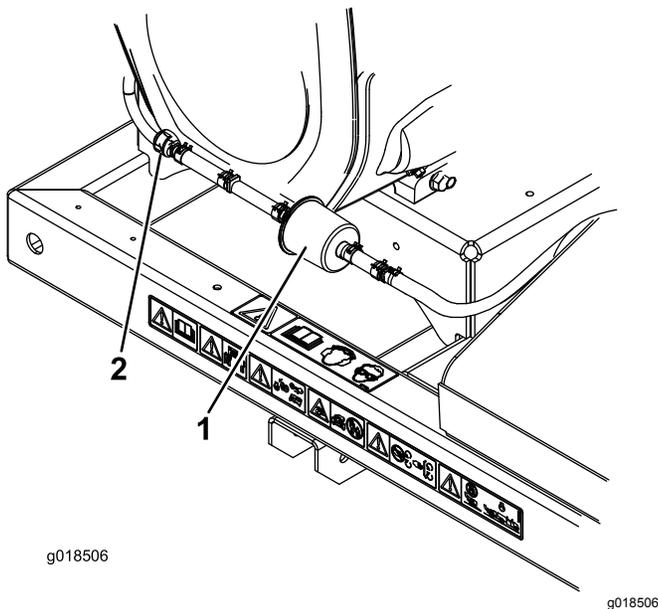

図 14
2. カーボンキャニスタ・パーズラインフィルタの前後両側についているホースクランプをゆるめてフィルタから遠い位置に移す (図 14)。
3. カーボンフィルタを外して捨てる 図 14。
4. 新しいフィルタをホースに取り付けるフィルタについている矢印がチェックバルブの方を向くように取り付け、ホースクランプで元のように固定する 図 14。